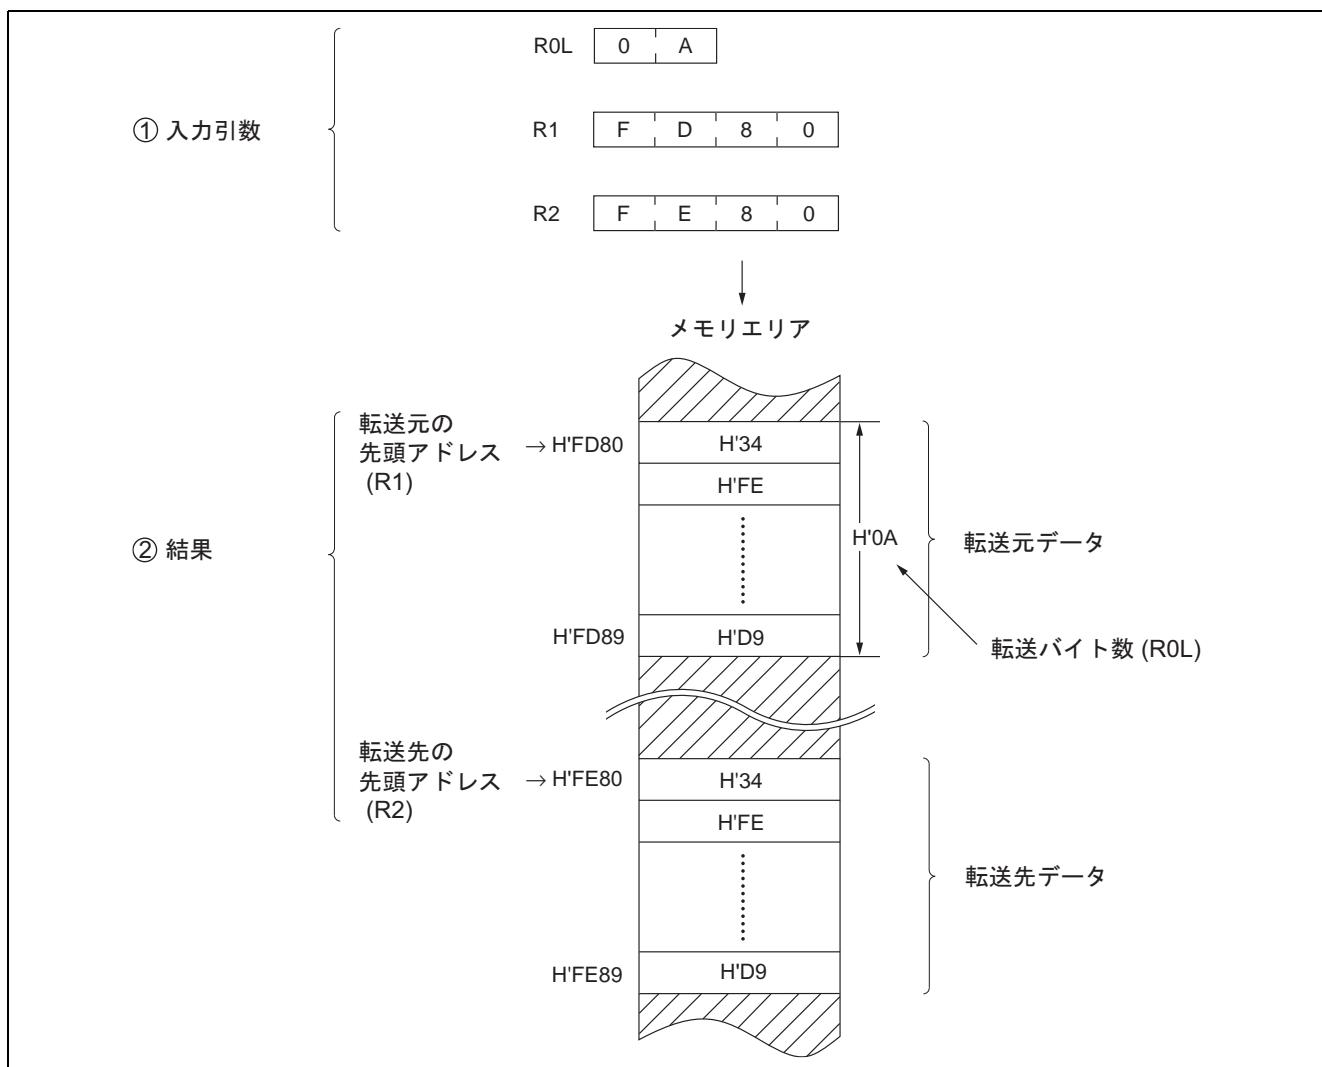

図 2-1 ソフトウェア MOVE1 の実行例
(2) 図 2-1 にソフトウェア MOVE1 の実行例を示します。